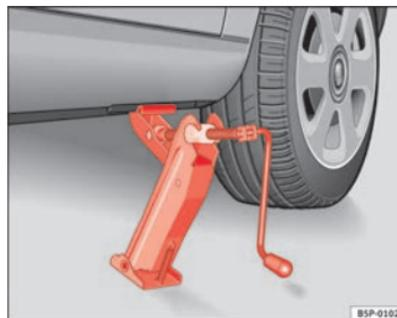

Fig. 180 Colocación del gato
- Posicione el gato de modo que su garra envuelva el nervio del larguero inferior y que la placa base móvil se apoye plana sobre el suelo ⇒ página 276, fig. 180.